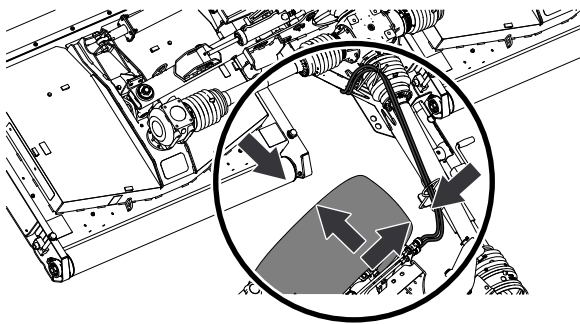

Figura 43
3. Mientras gira, compruebe que hay suficiente espacio entre el neumático del vehículo de remolque y los componentes del cortacésped (Figura 43).